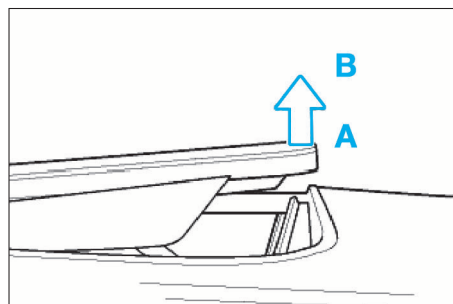

FIG. 80
- Continuer à actionner l'interrupteur pendant environ 15 secondes une fois la position de fin d'entrebâillement (A) atteinte (Fig.80). La normalisation n'est terminée que lorsque le toit ouvrant appuie encore en fois brièvement vers la position (B) une fois qu'il est en position de fin d'entrebâillement (A).